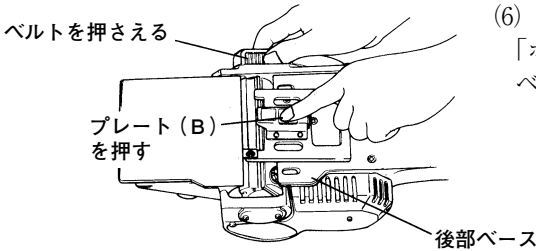

図 15
- (6) 刃高調整定規のプレート(B)を指で「ボン」と押すと、刃高調整定規は後部ベースに強く吸着きます。(図15)